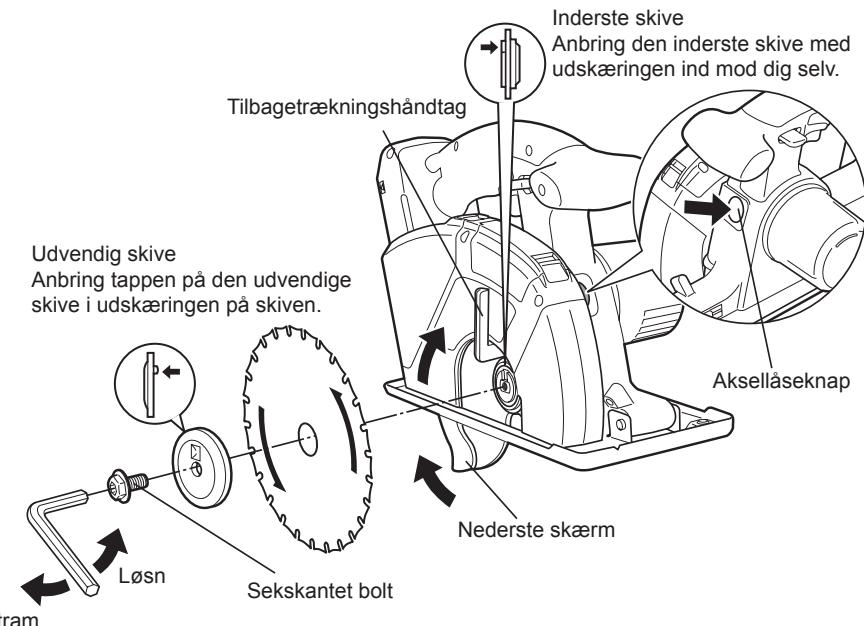

Fig. 6
Kontroller at den sekskantede bolt er ordentligt sikret. (Se Fig. 6.)
4. Montér klingen, som vist ovenfor. (Se Fig. 6.) Kontrollér at både klingens retning og retnings-spilen på den gennemsigtige klingebeskytter peger i den samme retning.